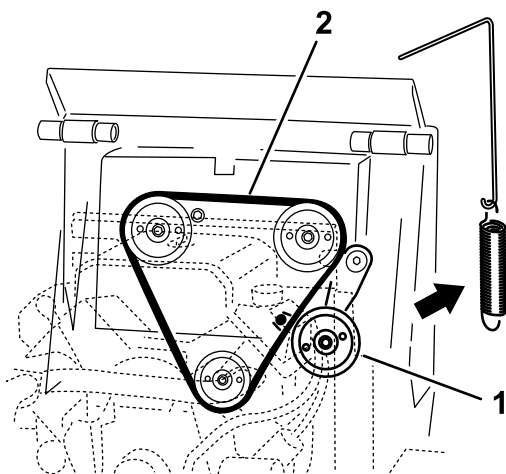

Figura 53
5. Retire el muelle de la polea tensora del conjunto de la polea tensora (Figura 53).
7. Instale una nueva correa de transmisión alrededor de las tres poleas (Figura 53).